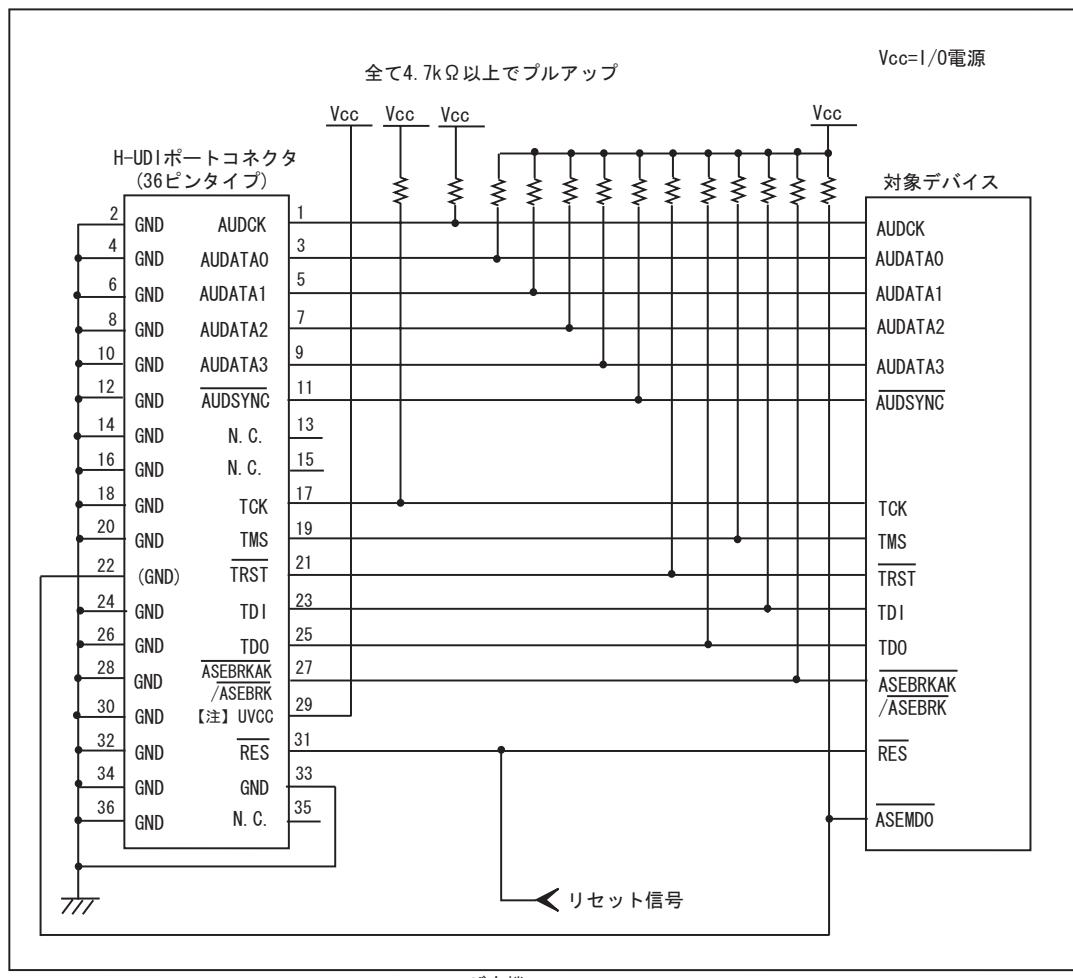

図 1.3 E10A-USB 使用時の H-UDI ポートコネクタ - チップ間の推奨接続例(36 ピンタイプ)
E10A-USB エミュレータ使用時の H-UDI+AUD ポートコネクタ(36 ピンタイプ)とチップ間の推奨接続例を図 1.3 に示します。
3. 図 1.3 は、E10A-USB 接続時 "0"(GND 接続)になるように、E10A-USB のユーザインタフェースケーブルを接続した時、GND となる回路例です。
8. 図 1.3 に記載されている抵抗値は、参考値です。
- 図 1.3 の回路を組んだ場合の E10A-USB エミュレータのスイッチ設定：SW2=1, SW3=1